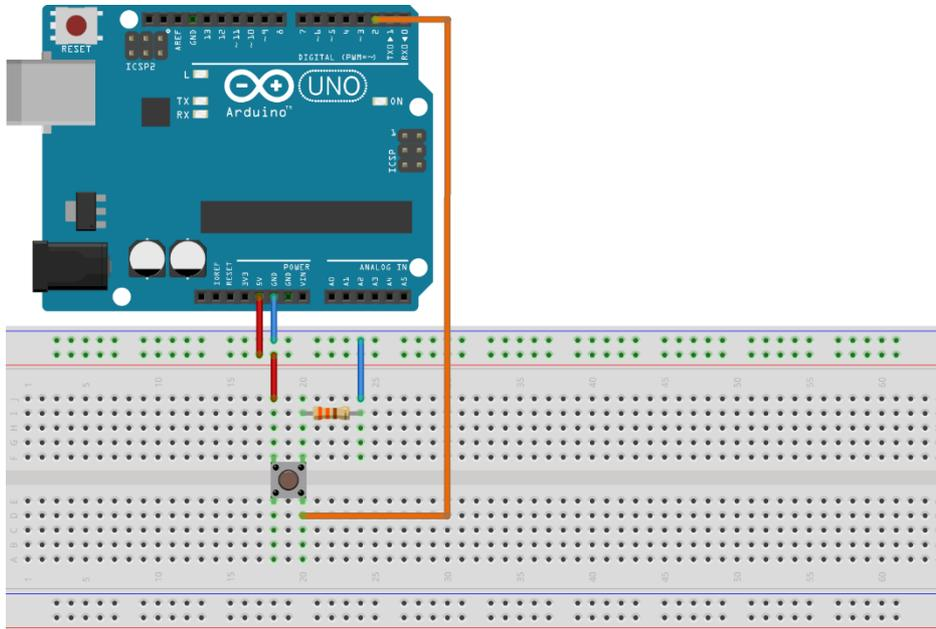

Figura 1. Conexión de un sensor de contacto a una entrada digital.
1.- Conecte un botón de contacto junto con una resistencia de 500 ohms, como divisor de voltaje, a una entrada digital de la tarjeta Arduino, como se muestra en la figura 1.